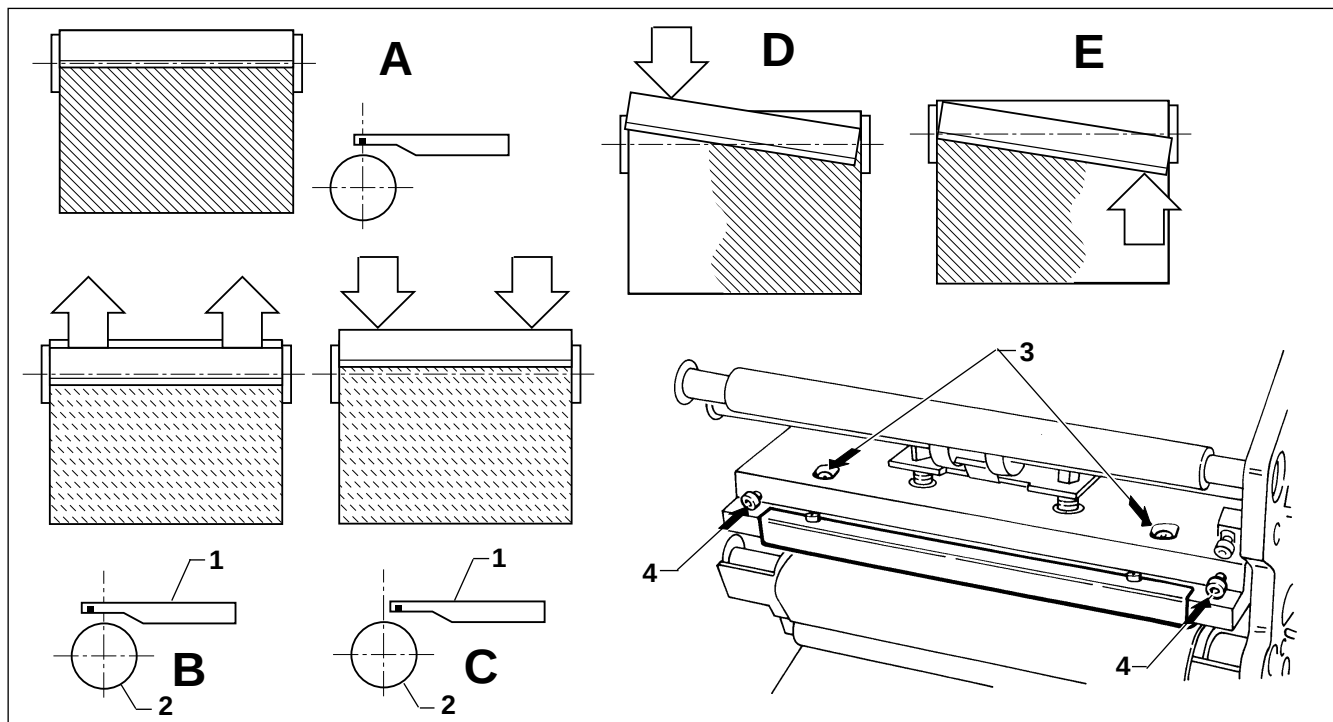

Fig. 6 REGOLAZIONE TESTA DI STAMPA
1.8 REGOLAZIONE TESTA DI STAMPA (Fig. 6)
- La stampa è corretta quando si ottiene un risultato di stampa uniforme come indicato in (A); a seconda dei casi si possono ottenere risultati di stampa diversi come descritto di seguito.
1.8.a Stampa chiara e uniforme (Fig. 6)
1.8.b Stampa mancante a destra o a sinistra (Fig. 6)
- La testa di stampa (1) non risulta parallela rispetto al rullo (2) (posizione D e E).
1.8 PRINTING HEAD ADJUSTMENT (Fig. 6)
- If carried out properly, printing quality should be as indicated in example (A); in fact, many factors may affect it as described here below.
1.8.a Light uniform print (Fig. 6)
1.8.b Print missing on right side or left side (Fig. 6)
- Print missing is generally due to the printing head (1) not being parallel with the printing roller (2) (Example D and E).